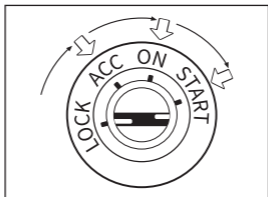

Abbildung 3.1.1
1. Schalten Sie die Zündung aus oder in die "LOCK"-Position (0). (Siehe Abbildung 3.1.1)